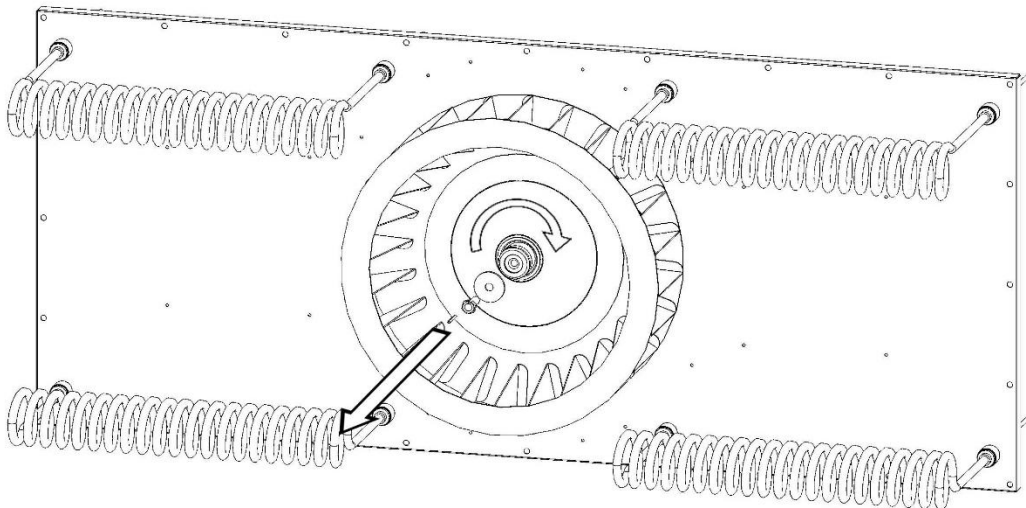

Fig.7
7. Togliere la spina di sicurezza e la vite di fissaggio della ventola (Fig.7).
Toccando l'icona "Tachimetro percentuale" (Fig.7) si apre il menù di modifica del parametro di correzione di velocità del motore ( $\pm 0 \div 10\%$ ).